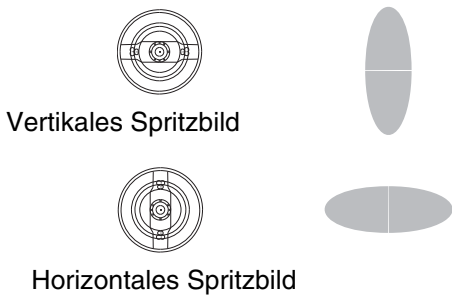

ABB. 18. Luftkappenstellungen
3. Den Haltering der Luftkappe lösen und die Luftkappe durch Drehen für ein vertikales oder horizontales Spritzbild einstellen. Siehe **ABB. 18**.